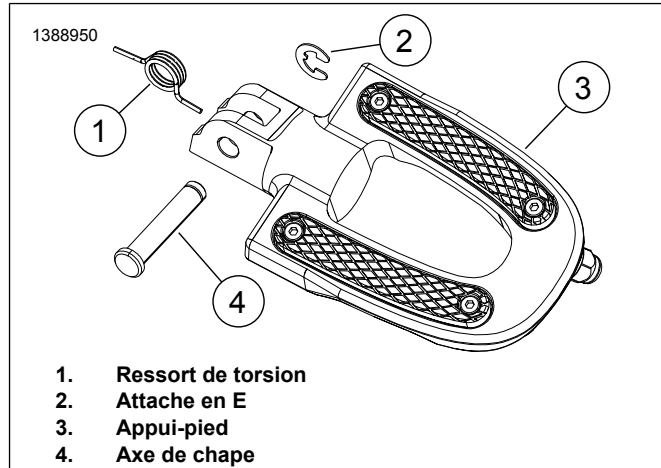

Figure 2. Pose du ressort de torsion d'appui-pied conducteur
1. **Modèles Softail** : Figure 2 Retirer l'axe (4) et l'agrafe en E (2). Conserver pour une utilisation ultérieure.
1. Figure 2 Insérer la branche courte du ressort de torsion (1) dans le trou du **nouveau** repose-pied (3).